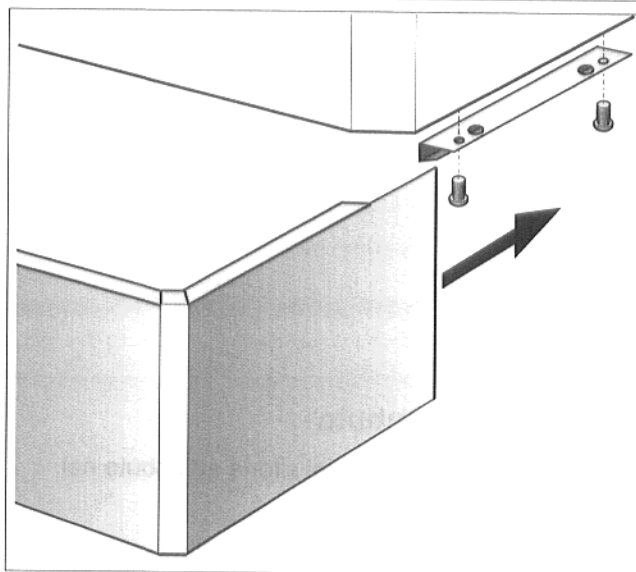

Fig. 16: pannello G-BL
- Avvitare al rivestimento i profili di montaggio per il pannello ed inserirvi il pannello (Fig. 16).